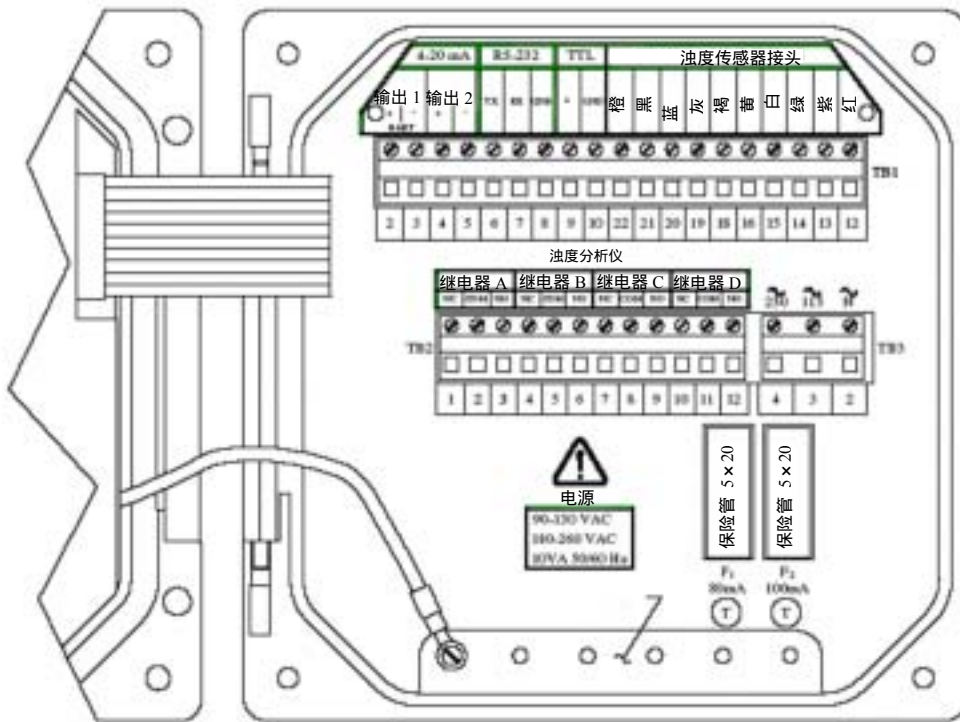

图 2-8 用于序列号前缀带“B”的分析仪接线端名称
为了靠近接线端进行电气连接，旋开四个固定螺丝后打开上盖。图 2-8 或 2-9 表示接线端子排列和它们的名称。
- 序列号前缀带“B”分析仪的壳体底部（5 个开孔，图 2-8）的接地片